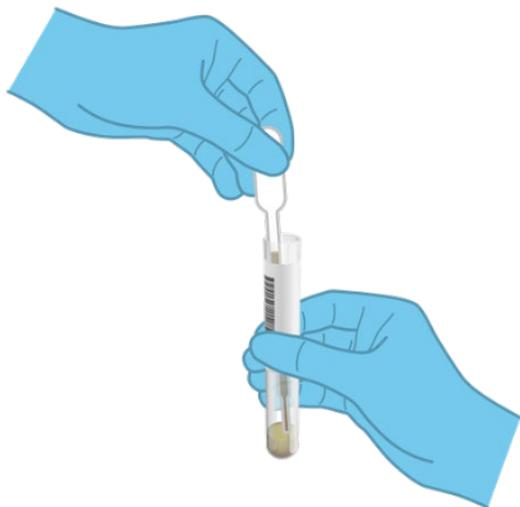

Figura 6. Aspirazione del campione nella pipetta di trasferimento fornita.
6. Aprire la provetta con il campione da analizzare. Utilizzare la pipetta di trasferimento in dotazione per prelevare il liquido. Prelevare il campione fino alla seconda linea di riempimento della pipetta (cioè 200 μ l) (Figura 6).